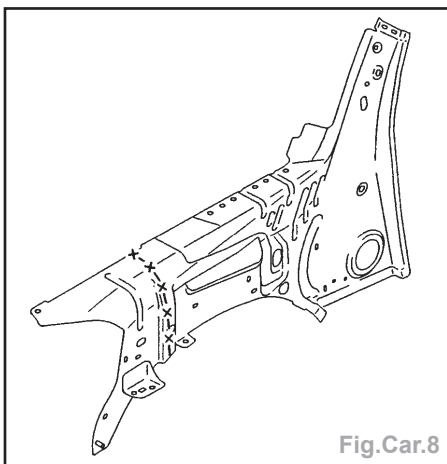

Fig.Car.8
- Tracer et découper à l'aide d'une scie (Fig.Car.8).